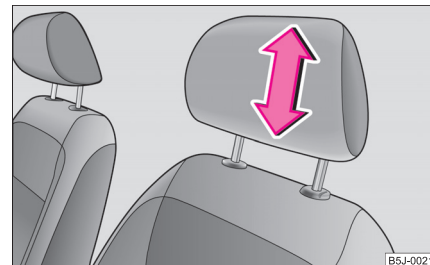

Abb. 50 Kopfstütze einstellen
- Fassen Sie die Kopfstütze seitlich mit beiden Händen an und schieben Sie die Kopfstütze in Achsrichtung der Metallführungsstangen, Pfeilrichtung => Abb. 50 nach oben oder unten. ▶